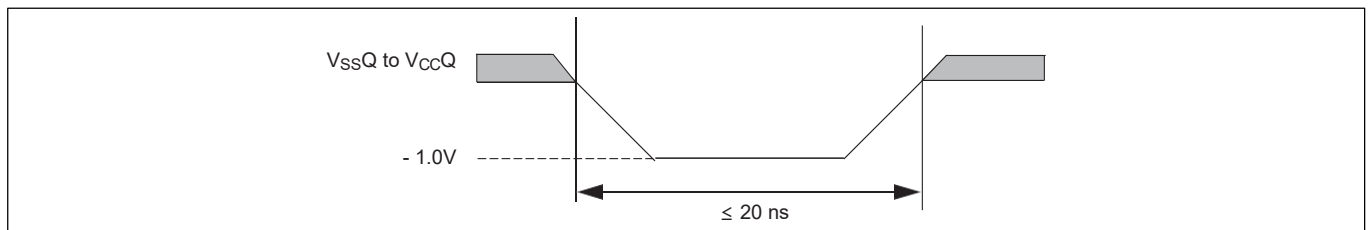
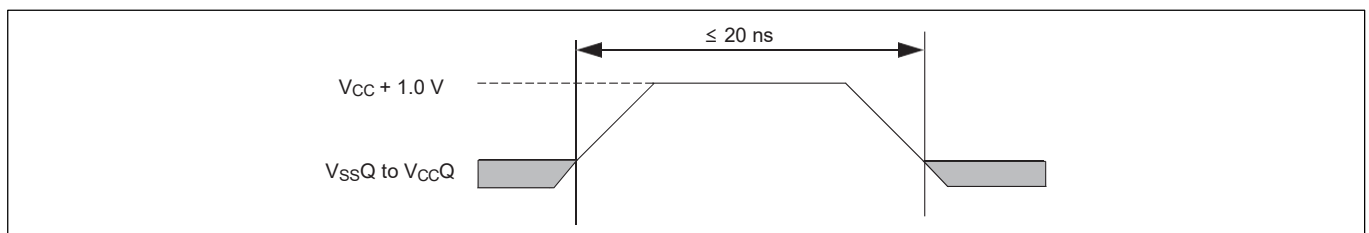

图19 最大负过冲波形
图20 最大正过冲波形
43. 输入或 IO 信号上的最小 DC 电压为 -1.0 V。在电压转换期间，输入或 IO 信号可能低于 V_{SS} 至 -1.0 V，持续时间长达 20 ns。见 图 19。输入或 IO 信号上的最大 DC 电压为 V_{CC} + 1.0 V。在电压转换期间，输入或 IO 信号可能高于 V_{CC} + 1.0 V，持续时间长达 20 ns。见 图 20。